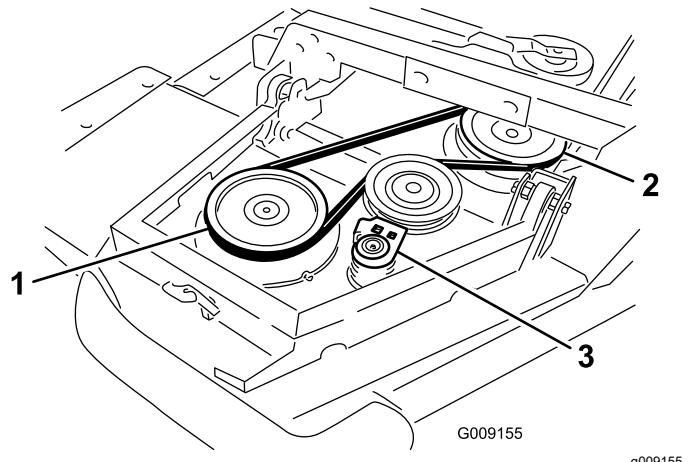

Figure 5
- A. Commencez par chauffer la courroie autour de la poulie d'axe du plateau d'extrémité et de la poulie d'axe du plateau avant (Figure 5).
- B. À l'aide d'une clé à cliquet ou d'un outil similaire, éloignez la poulie de tension des autres poulies (Figure 5).